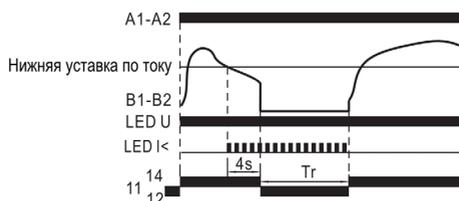

Рис. 6 – Защита от работы вхолостую (пониженный ток)
3. Защита от работы вхолостую (рис. 6).